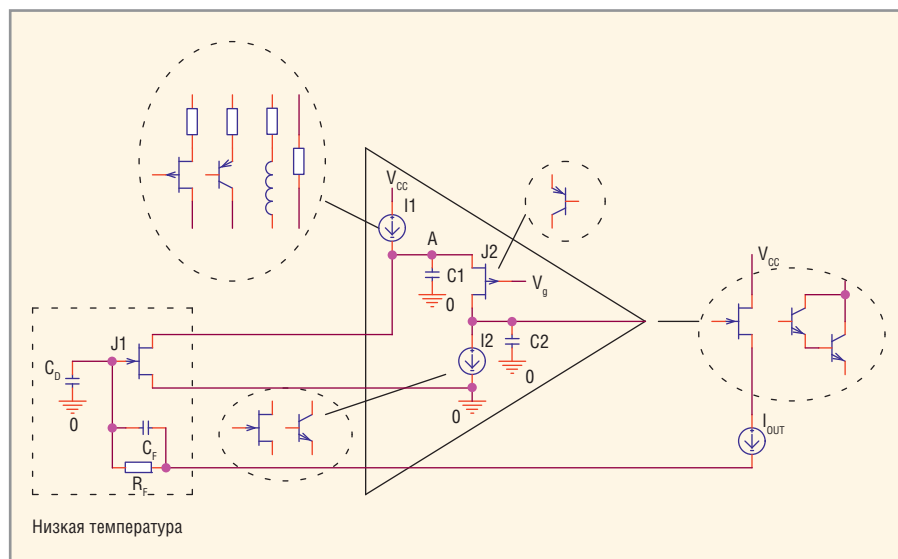

Рис. 9. Типовая схема ЗЧУ (ТИУ) с охлаждаемым «головным» ПТП
5. Каскодное включение элементарных транзисторов (см. рис. 9), так называемый «перегнутый» каскод (Folded Cascode), совместно с активной нагрузкой часто обеспечивает усиление, достаточное для выполнения условия выражения (6), что упрощает частотную коррекцию и расширяет полосу пропускания. Кроме того, «перегнутые» каскоды осуществляют сдвиг уровня постоянного напряжения для увеличения динамического диапазона.